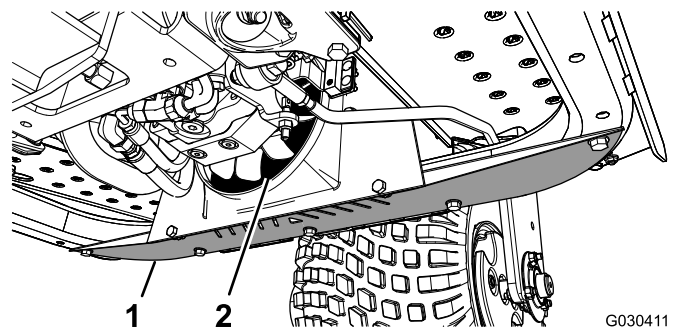

Figura 49
1. Retire el protector inferior (Figura 49).
2. Limpie con una lanza de aire comprimido insertada entre las aspas del ventilador (Figura 49) para expulsar el material por donde entró.